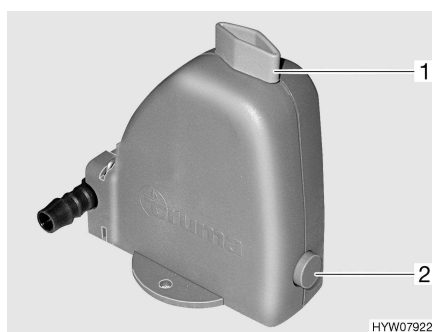

Fig. 84 Valvola di sicurezza/di scarico
Il riscaldamento è dotato di una valvola di sicurezza/di scarico (Fig. 84). La valvola di sicurezza/di scarico impedisce che l'acqua per la preparazione dell'acqua calda congeli in presenza di basse temperature esterne, quando il riscaldamento non è acceso.
- Chiudere la valvola di sicurezza/di scarico. A tal fine ruotare la manopola (Fig. 84,1) verticalmente rispetto alla valvola di sicurezza/di scarico e premere verso l'interno il bottone automatico (Fig. 84,2).
- Aprire la valvola di sicurezza/di scarico. A tal fine ruotare la manopola (Fig. 84,1) nel senso della lunghezza della valvola di sicurezza/di scarico. Il bottone automatico (Fig. 84,2) scatta all'infuori. Il serbatoio dell'acqua sanitaria viene svuotato verso l'esterno tramite la valvola di sicurezza/di scarico.